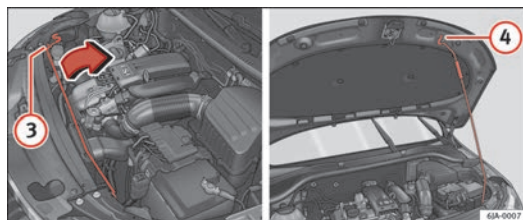

Fig. 117 Bloqueo del capó del vano motor
- Saque la varilla de apoyo ③ ⇒ fig. 117 de su fijación en la dirección de la flecha y bloquee el capó levantado de tal modo que enganche la extremidad de la varilla en la abertura que se encuentra en el capó ④.